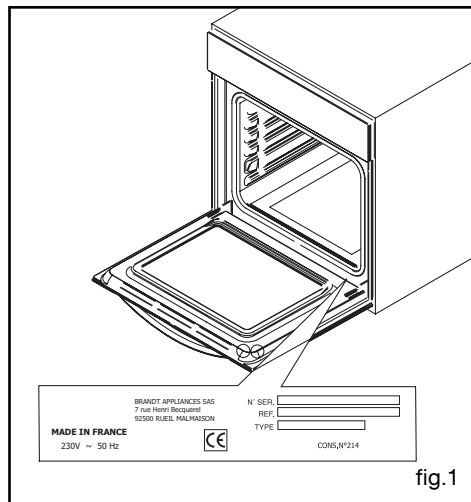

fig.1
- b) Dévissez le hublot (fig.1).